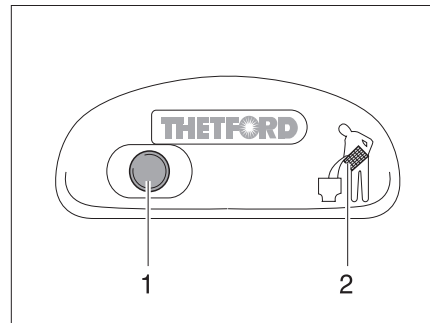

Fig. 152 Bouton pour la chasse d'eau/voyant de contrôle des toilettes Thetford
- Pour actionner la chasse d'eau, appuyer sur le bouton bleu (Fig. 152,1).
Le voyant de contrôle (Fig. 152,2) s'allume lorsque la cassette Thetford doit être vidée.